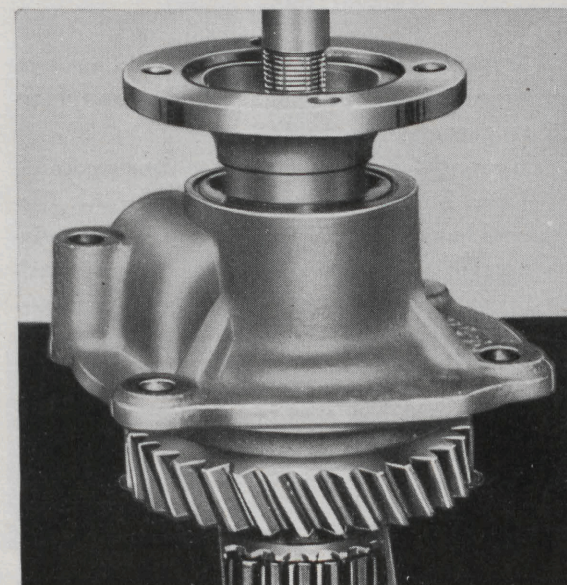

Bild 19. Isärtagning av huvudaxel.
1. Skjut kopplingshylsan (23) för 1:an och 2:an framåt. Placera axeln i en press och stöd under 1:ans kugghjul (33). Pressa ut axeln med en dorn, bild 19.